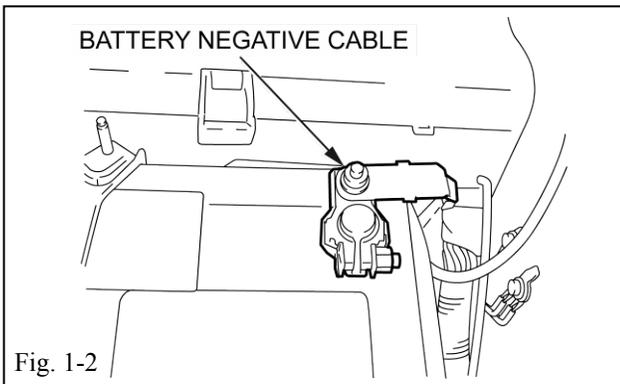

Fig. 1-2
- (d) Disconnect the negative battery cable. (Fig. 1-2)